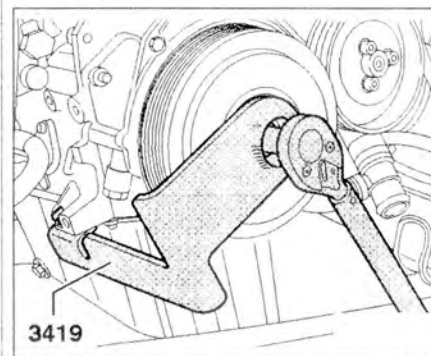

Рис. 3.20. Установите стойку 3419 или T10025 и ослабьте центральные болты крепления демпфера и зубчатого шкива распределительного вала.
9. Установите стойку 3419 или T10025 и ослабьте центральные болты крепления демпфера и зубчатого шкива распределительного вала (рис. 3.20).